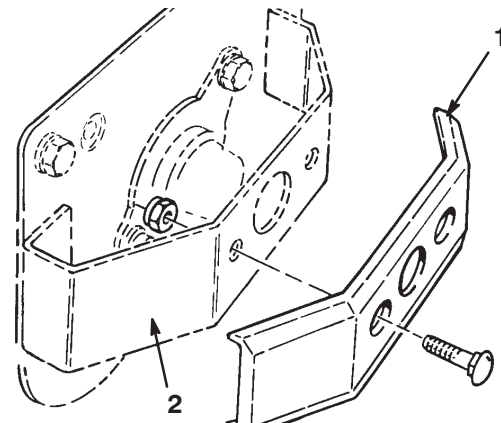

Bild 3
4. Befestigen Sie ein Gewicht an der Mähwerkschutzvorrichtung (Bild 3) der Mähwerke Nummer 1, Nummer 2 und Nummer 3. Die Gewichte befinden sich gegenüber des Antriebsgehäuses jedes Mähwerks. Verwenden Sie die 1/2 Zoll Schlossschrauben, die mit den Gewichten geliefert werden (Bild 3).